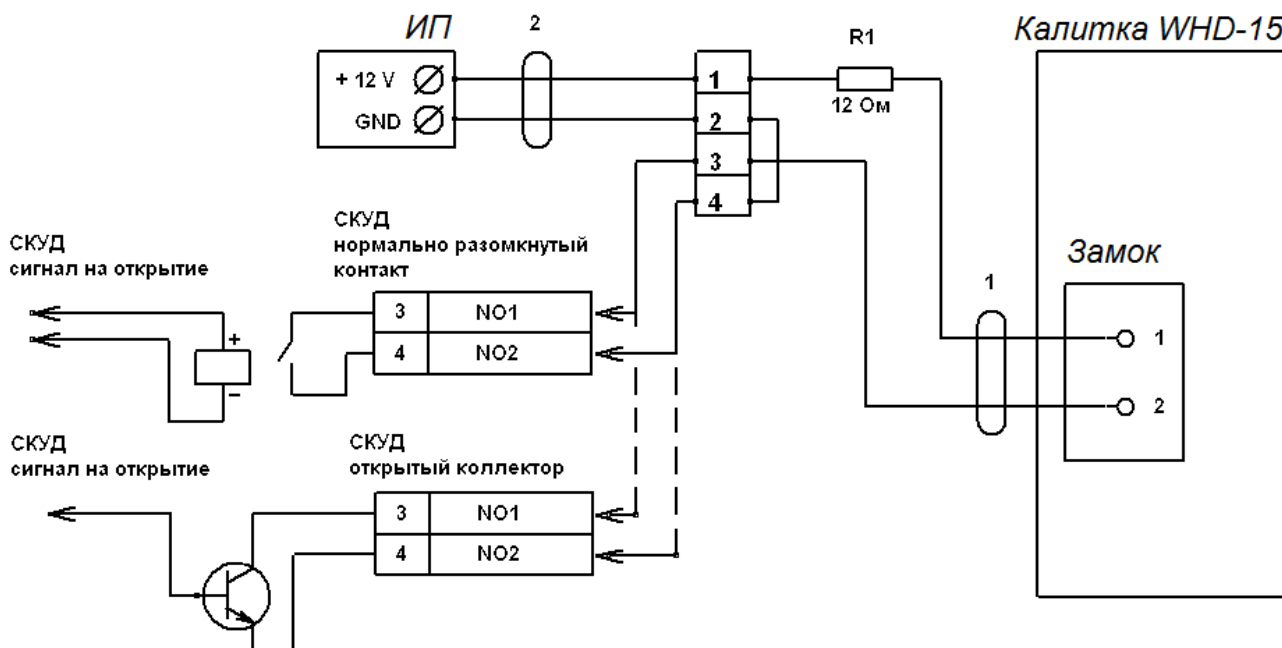

Рисунок 4. Рекомендованная схема подключения электромеханического замка калитки к контроллеру СКУД
6. При работе калитки в составе СКУД подключите ИП и контроллер СКУД к электромеханическому замку калитки (см. рис. 4). Рекомендуется использовать ИП постоянного тока с напряжением питания 12 В и номинальным током не менее 3 А.
- Для предотвращения выхода замка из строя (ограничения тока в цепи питания замка) рекомендуется устанавливать резистор **R1** (см. рис. 4) номиналом 12 Ом (10 Вт).